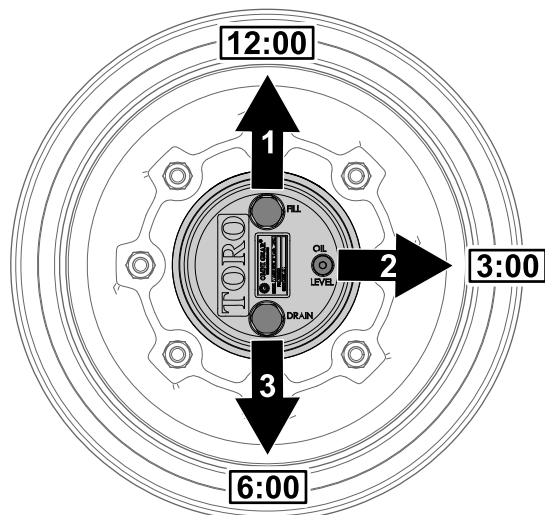

Figura 72
1. Aparque la máquina en una superficie nivelada y coloque la rueda de modo que el tapón de llenado se encuentre en la posición de las 12, el tapón de verificación en la posición de las 3 y el tapón de vaciado en la posición de las 6 (Figura 72).
2. Retire el tapón de verificación en la posición de las 3 (Figura 72).
- Aparque la máquina en una superficie nivelada, coloque la rueda de modo que el tapón de llenado se encuentre en la posición de las 12, el tapón de verificación en la posición de las 3 y el tapón de vaciado en la posición de las 6; consulte Figura 72 en Comprobación del lubricante de la transmisión planetaria \(página 76\).